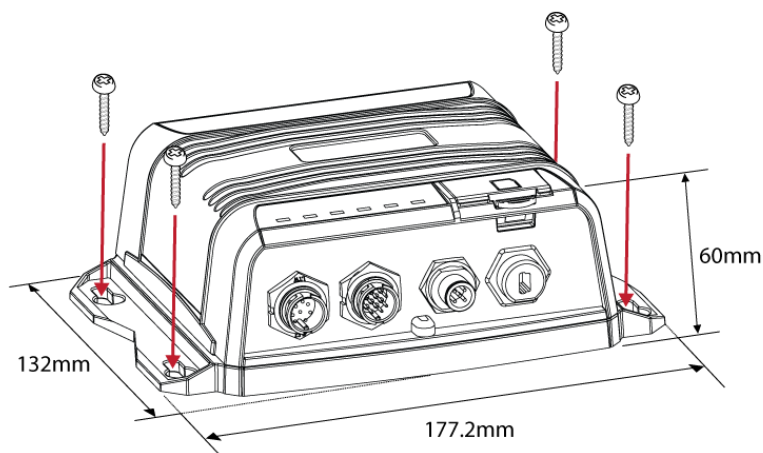

Figure 2 Montage du transpondeur
- Il devra y avoir de l'espace autour du transpondeur AIS pour connecter facilement les câbles. Voir la figure 2 ci-dessous pour les détails des dimensions du transpondeur AIS.